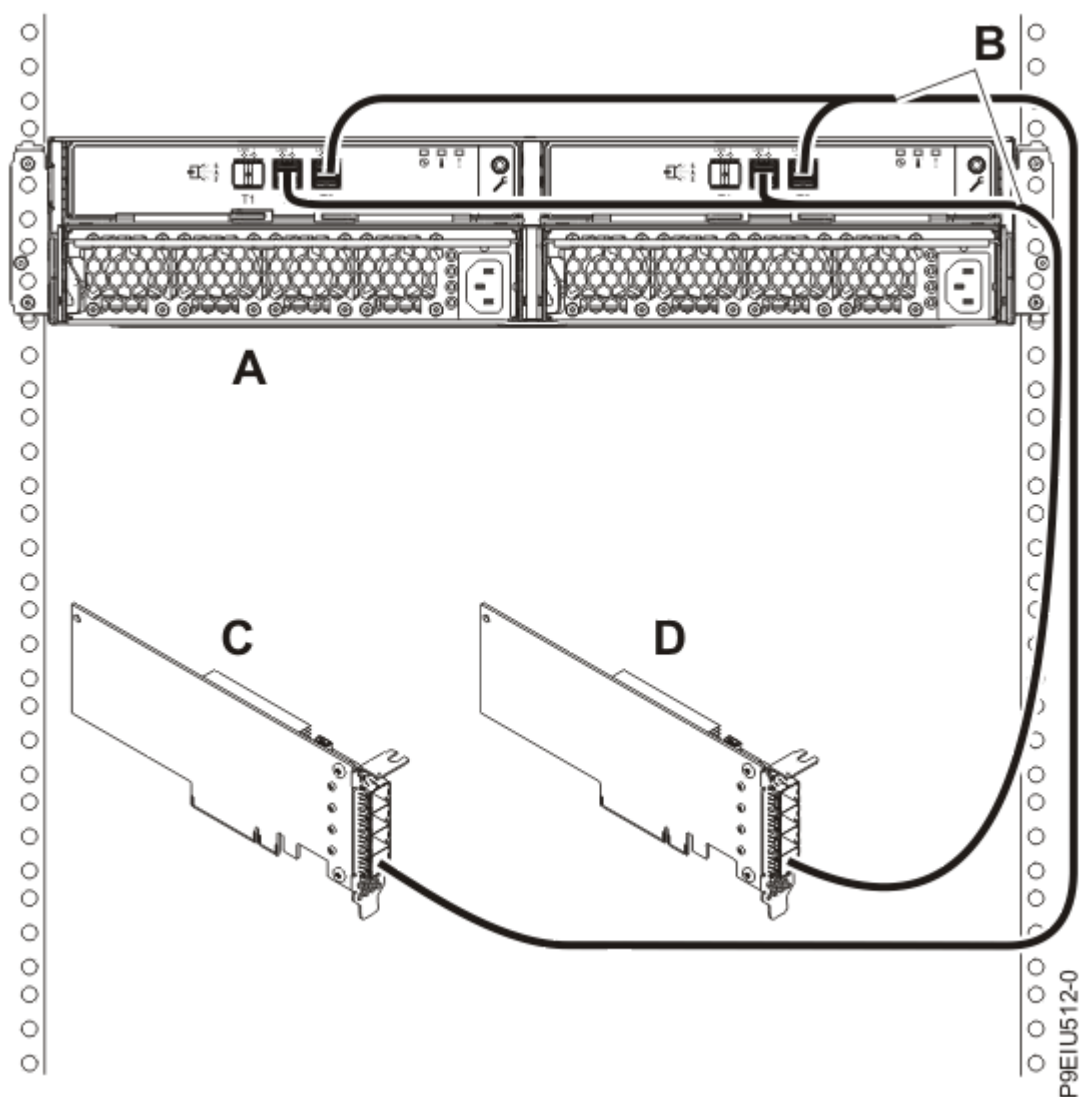

Figura 16. Conexiune mod 2 a unei incinte de stocare ESLL sau ESLS utilizând cabluri YO12 la două adaptoare SAS FC EJ0J, FC EJ0K sau FC EJ0M independente
18. Finalizați o conexiune mod 2 a unei incinte **(A)** utilizând cabluri YO12 **(B)** la două adaptoare SAS FC EJ0J, FC EJ0K sau FC EJ0M independente **(C și D)**, după cum se arată în Figura 16 la pagina 22. Apoi, continuați cu “Conectarea cablurilor și cordoanelor de alimentare și instalarea capacelor” la pagina 28.